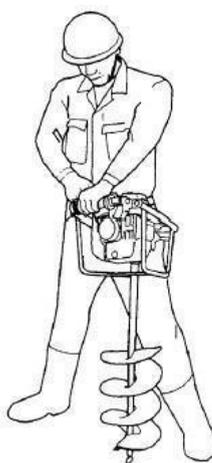

Fig.7
- Tout en soutenant la tarière avec votre taille gauche et votre main gauche comme illustré, tirez doucement sur la poignée de rappel du démarreur jusqu'à ce que la compression se fasse sentir, puis fermement. (Fig.7)